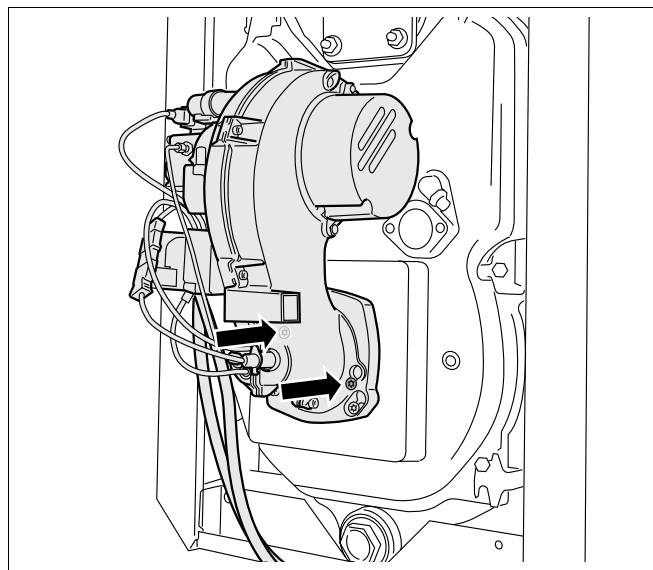
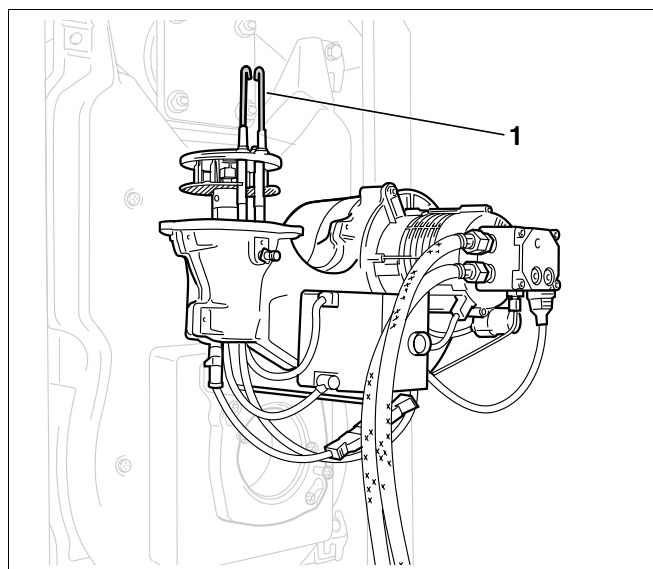

Fig. 26 Se slăbesc șuruburile de la arzător
Fig. 27 Se fixează arzătorul în poziția de service
- Se slăbesc șuruburile de la arzător (Fig. 26, pagina 33) (cinci până la șase rotații – cca. 6–8 mm). Se fixează arzătorul în poziția (Fig. 27, pagina 33) de service.
- Se slăbesc cele două șuruburi de la arzător (Fig. 26).
- Se fixează arzătorul (Fig. 27) în poziția de service.
Electrozii de aprindere (Fig. 27, **Poz. 1**) trebuie să nu aibă depuneri.
- Se demontează electrozul (Fig. 27, **Poz. 1**) de aprindere.